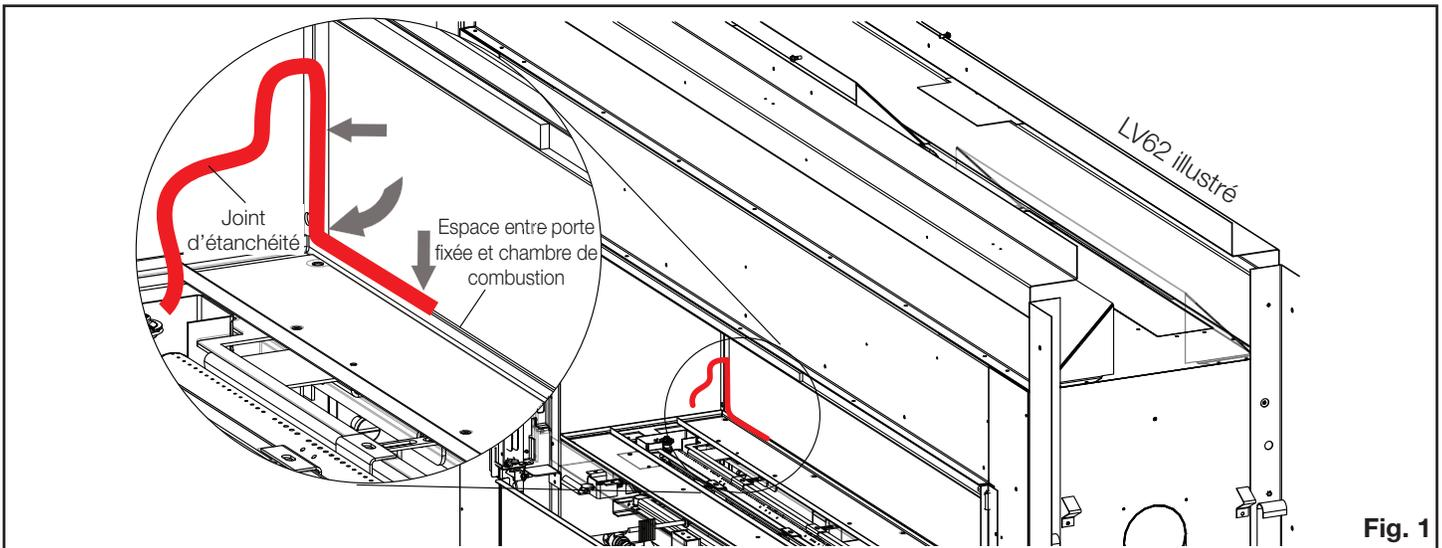

Fig. 1
6. Starting approximately 6" (152mm) from the side, use the tamping tool (supplied) to work the gasket into the cavity between the fixed door and the firebox (**Fig. 1**).
2. Retirez la barrière de protection (série (C)LV) ou le GGA (série LVX) du côté d'accès.
6. À partir d'environ 6" (152mm) du côté, utilisez l'outil de compactage (fourni) afin d'insérer le joint d'étanchéité dans l'espace entre la porte fixée et la chambre de combustion (**Fig. 1**).